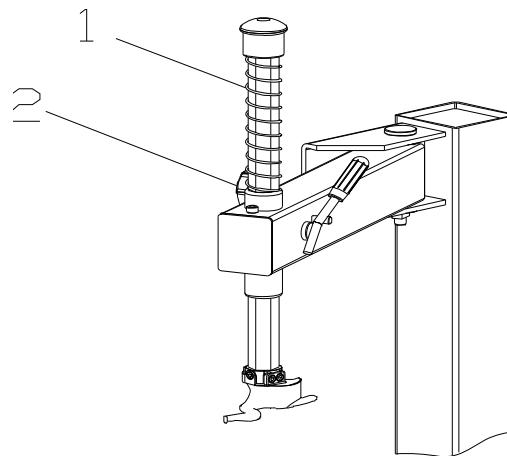

Рис. 4-10
Установите пружину (1) на вертикальный шток. Установите винт, снятый с крышки штока, и вкрутите маховик в резьбовую втулку консоли, как показано на рис. 4-10.